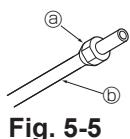

Fig. 5-5
5.2.3. Azanya felszerelése (Fig. 5-5)